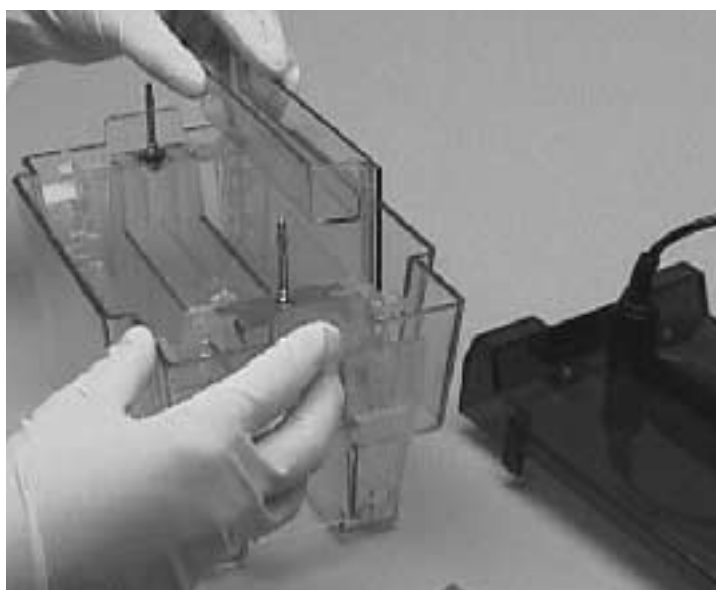

Fig.2 CriterionゲルをCriterionセル下部バッファークラスのスロットにセットします
5. Criterionセルの下部バッファークラスの中にあるスロットにそれぞれゲルをセットしてください。この時、ゲルの上部バッファークラスが内側を向くようにしてください。(Fig.2参照)